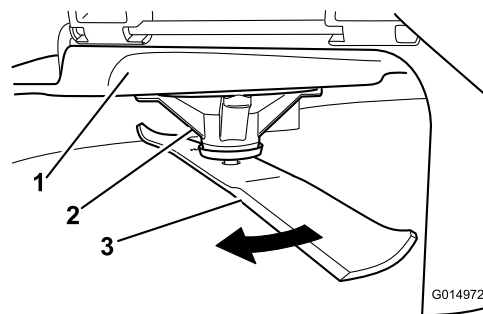

Figura 62
2. Usando luvas almofadadas ou outra proteção adequada para as mãos, rode lentamente lâmina para uma posição que lhe permita uma medição da distância entre a extremidade de corte e a superfície nivelada onde a máquina está (Figura 62).